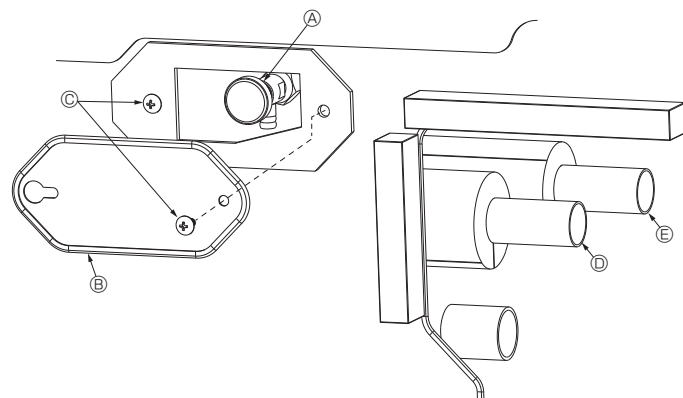

Fig. 7-1
7.2.2. Le purgeur de l'appareil intérieur (Fig. 7-1)